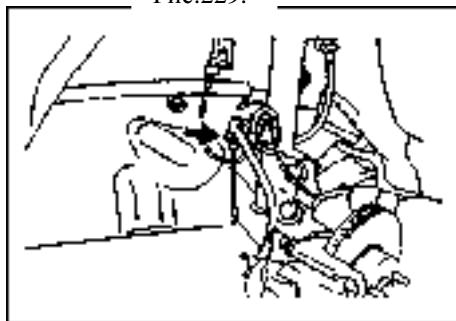

Рис.229.
- (д) Установите тормозной шланг и скобу жгута проводов датчика скорости ABS. Момент затяжки: $19 \pm 2 \text{ Нм}$ (рис.229).